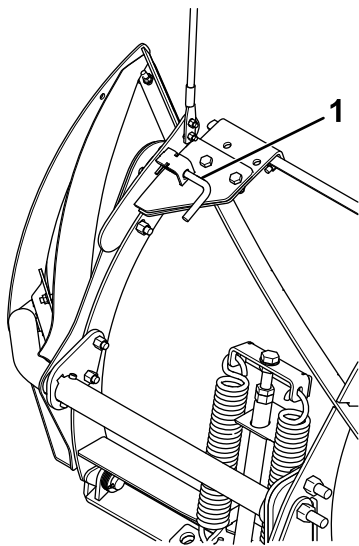

**Figura 9**
13. Tire hacia atrás del cerrojo con muelle y gírelo a la posición de bloqueo (Figura 9).
14. Deslice el tubo de la aleta de la pala por los soportes de costilla hasta que el pasador de enganche pase por el soporte exterior (Figura 9).